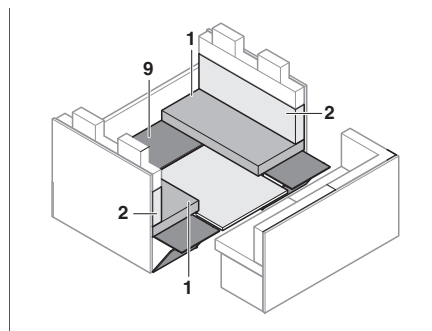

Fig. 156 Pendant la transformation
- Remettre le soubassement (Fig. 156,9) en place.